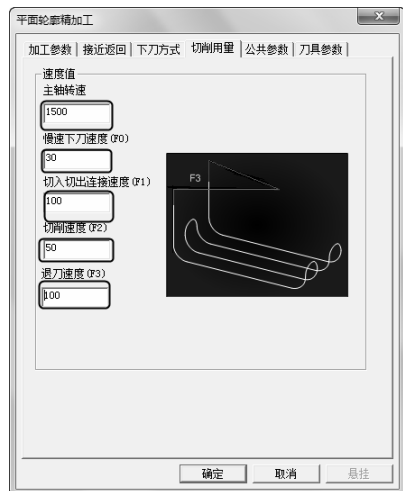

图 2-60 “切削用量”选项卡
4) 单击“切削用量”选项卡，设置“主轴转速”、“慢速下刀速度”、“切入切出连接速度”、“切削速度”、“退刀速度”，具体参数数值如图 2-60 所示。